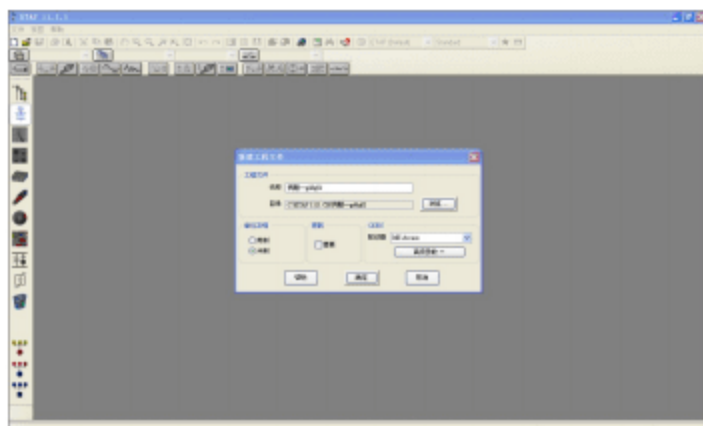

图1-3 输入工程文件名的界面
- 3、输入工程文件名称，如：“例题—gddq01”，选择单位系统为“公制”，选择文件保存的路径。（如果需要这里也可以设置数据库或者工程管理的密码），如图1-3所示。